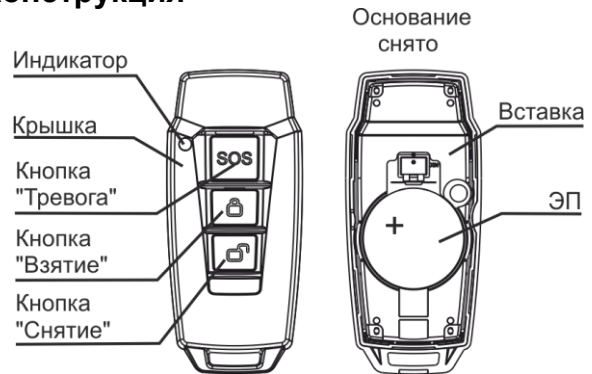

Рисунок 2
- 4.1** Конструктивно РПДК выполнен в виде брелока, состоящего из крышки (лицевая сторона) и основания (рисунок 2).